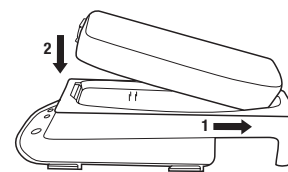

Fig. 1
- Insérer le bloc-piles dans le support de charge TR-340 en en faisant tout d'abord glisser l'arrière. Appuyer sur le bloc-piles pour enclencher l'avant de ce dernier en place (Fig. 1).